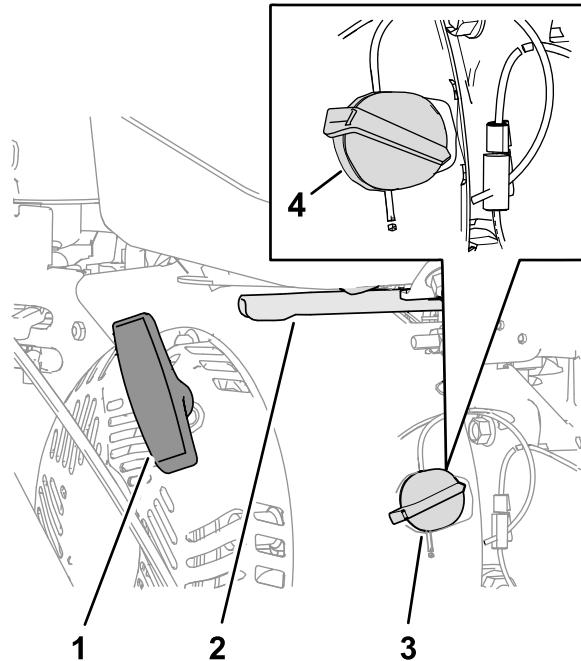

Figura 12
1. No lado direito do motor, rode o interruptor Ligar/Desligar do motor no sentido dos ponteiros do relógio para a posição LIGAR (Figura 12).
3. Coloque o acelerador a meio entre as posições LENTO e RÁPIDO localizado no lado direito traseiro do motor (Figura 12).
4. Puxe lentamente a pega do arranque manual com cordão até sentir resistência e, em seguida, pare (Figura 12).
2. Coloque o acelerador a meio entre a posição LENTO e a posição RÁPIDO (Figura 12).
3. Deixe o motor funcionar durante um mínimo de 15 segundos e, em seguida, coloque o interruptor Ligar/Desligar na posição DESLIGAR para parar o motor (Figura 12).